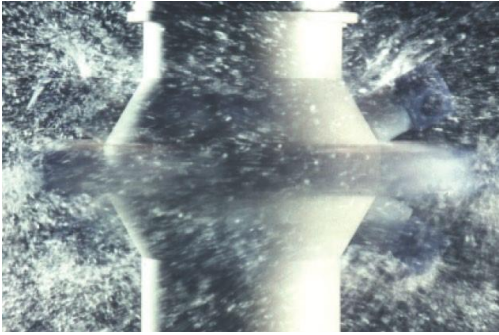

Abbildung 3: Das Sprühnebelsystem
2. Durch feinstes Zerstäuben über seine Sprühdüsen ❹ sorgt es für eine gleichmäßige Verteilung der Waschflüssigkeit im Absorptionsraum (Abbildung 3).